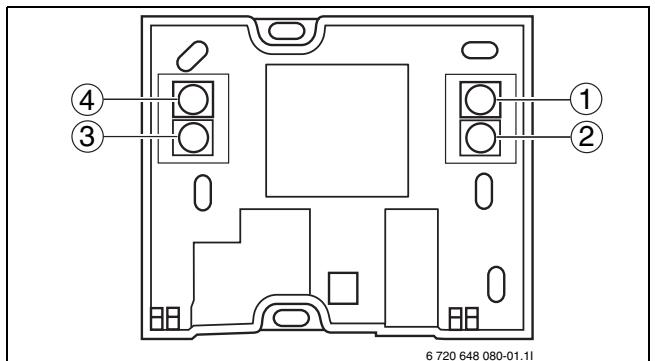

Fig. 42 Conexiones
- ▶ Tenga cuidado y conecte el sensor de temperatura ambiente del modo correcto de modo que +12V, CANH, CANL y GND queden conectados a sus respectivas conexiones del modo indicado en la fig. 42 ([31-34] o [35-38]) en la tarjeta de circuitos. Consultar el diagrama Conexiones externas en el manual de instalación de la bomba de calor. Para una descripción de CAN BUS LCD, consulte el manual de instalación de la bomba de calor.